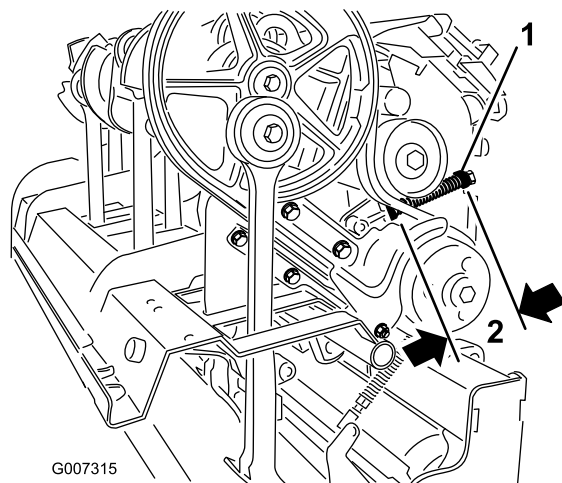

Figure 35
- C. Desserrez le contre-écrou qui fixe la retenue du ressort (Figure 35).
- D. Réglez la retenue de sorte à comprimer le ressort à la longueur voulue (Figure 35).